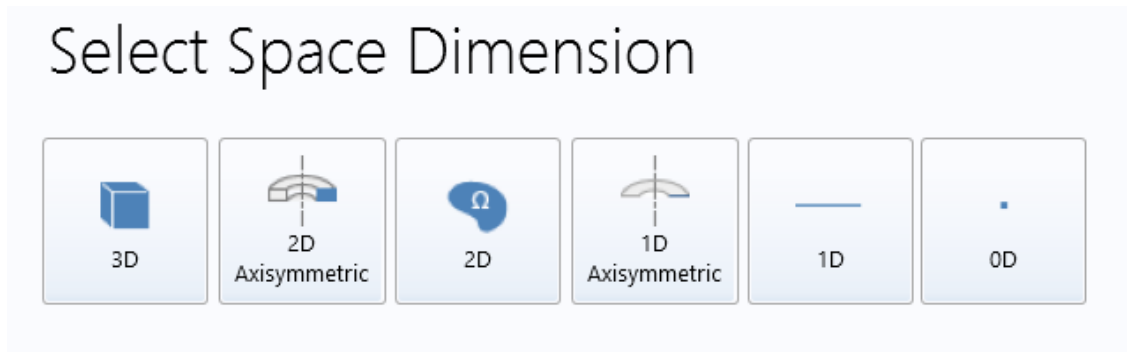

Рис. 12.8. Выбор размерности задачи
3. В окне **ModelWizard**, щелкните **2D Axisymmetric** (рис. 12.8).